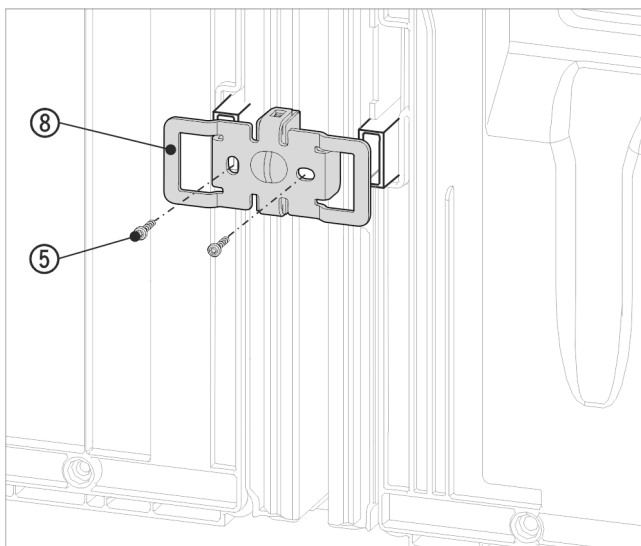

Fig. 18 Zobrazení příkladu
- Úhelník Fig. 18 (8) znovu zasuněte vybraním přes úchyt pro vymezení odstavu od stěny.
- Přišroubujte pomocí 2 šroubů Fig. 18 (5).